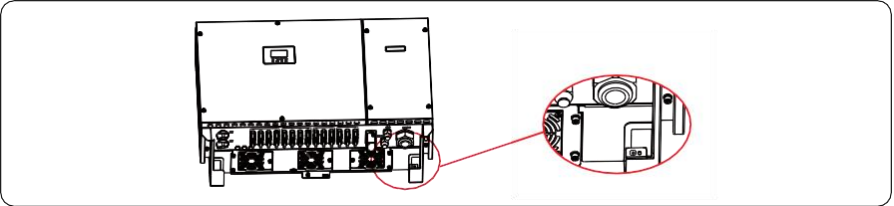

Figura 5.3 Fissaggio del cavo PGND
Step 3 Rimuovere le viti di messa a terra dai punti di messa a terra, fissare il cavo PGND (eseguito negli step 1 e 2) utilizzando i bulloni di messa a terra e serrare i bulloni a una coppia di 5 N•m utilizzando una chiave a tubo, come mostrato nella Figura 5.3 . Il cavo PE deve essere ben messo a terra per garantire che l'impedenza tra il neutro e il cavo di messa a terra sia inferiore a 100Ohm.